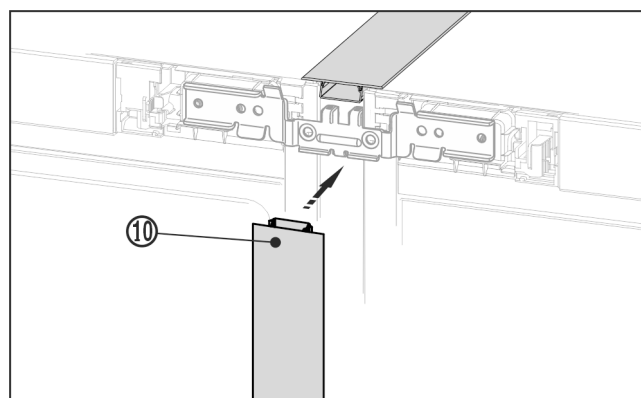

Fig. 22 *
- 在设备正面将长护板条 Fig. 22 (10) 压入垂直缝隙中。注意，护板条位于连接板上。*